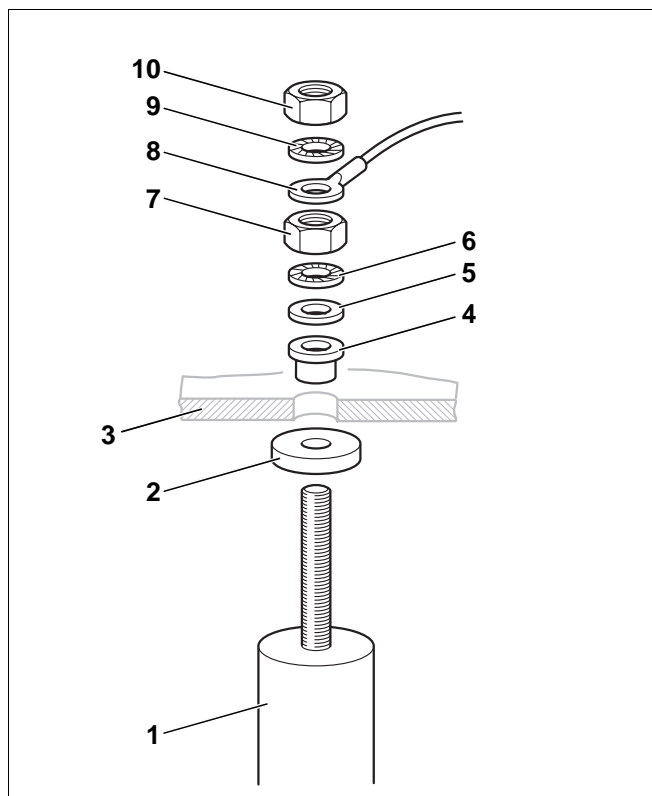

Рис. 17 Замена магниевого анода
- Проверить износ магниевого анода (рис. 17, поз. 1). Замените анод, если его диаметр уменьшился примерно до 15 – 10 мм.
- Открутить гайку М8 (рис. 17, поз. 10), чтобы освободить ушко заземляющего кабеля (рис. 17, поз. 8).
- Открутить гайку М8 (рис. 17, поз. 7).
- Снять крышку смотрового люка (рис. 17, поз. 3) с магниевого анода (рис. 17, поз. 1).